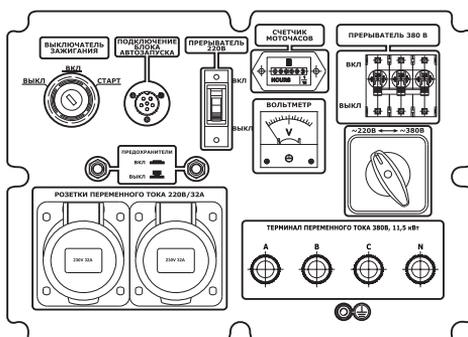

Рис. 19
- Поставьте выключатель автоматического режима в положение «ВЫКЛ» (рис. 19).